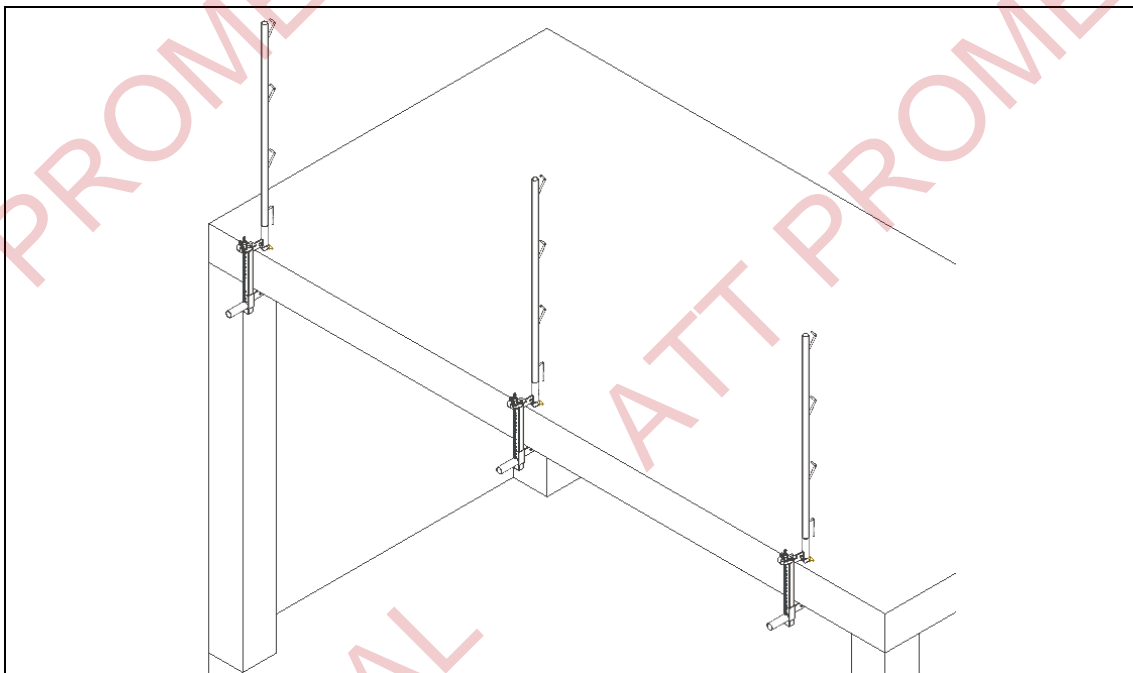
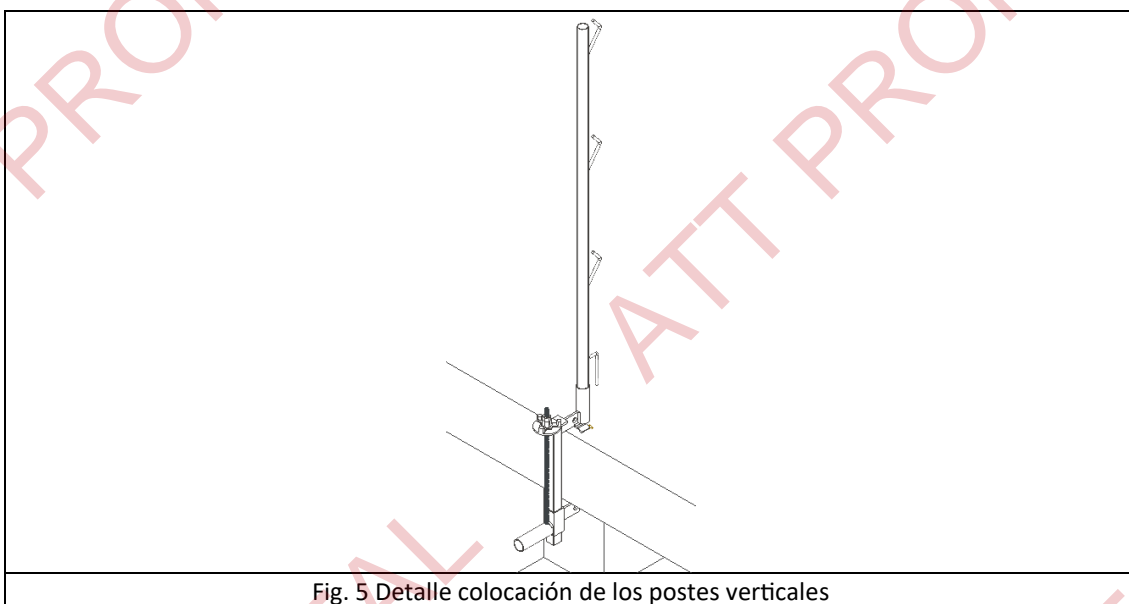

Fig. 4 Colocación de los postes verticales
Fig. 5 Detalle colocación de los postes verticales
3. Una vez que los soportes mordaza CRT estén debidamente instalados, se procederá a la colocación de los postes verticales de 1200, 1500 o 1700mm (Fig. 4), introduciendo los postes verticales en los casquillos tubulares previstos en el accesorio exterior deslizante de cada soporte mordaza CRT (Fig. 5).